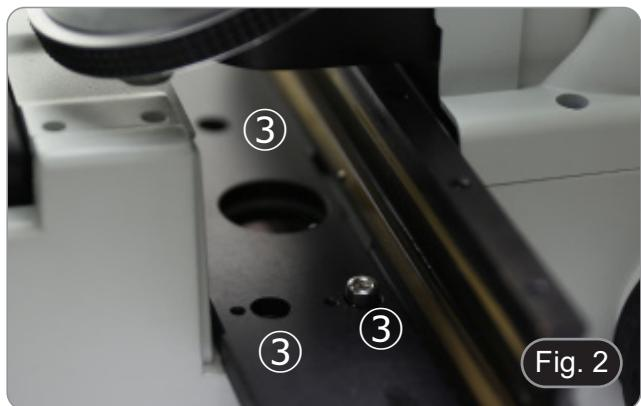

Fig. 2
2. Dévisser les trois vis ③ qui maintiennent la plaque sur le corps du microscope. (Fig. 2)